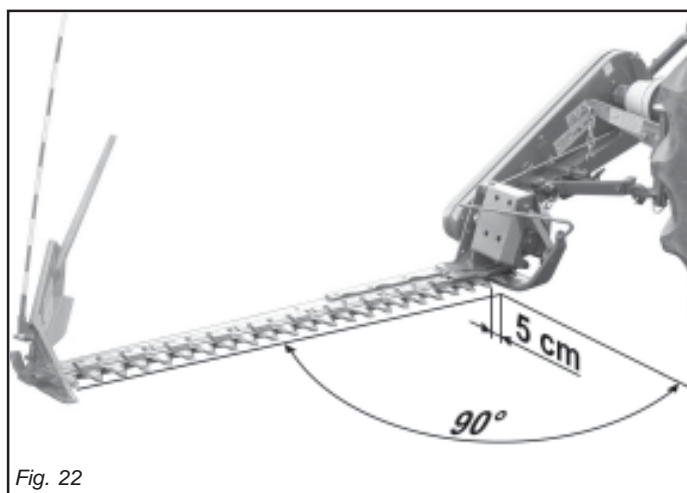

Fig. 22
- Centrare la falciatrice agendo sui tiranti delle barre di sollevamento trattore, in modo che, a falciatrice bloccata sui tre punti, la punta esterna della barra si trovi spostata in avanti rispetto alla perpendicolare del trattore di circa 5 centimetri (Fig. 22).